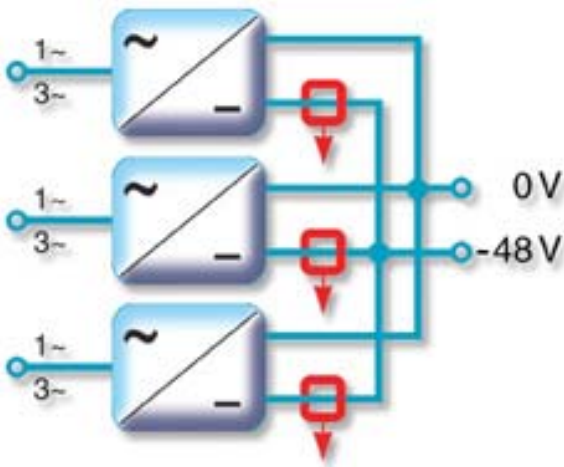

Bild 11 Messung des Stroms in Schaltnetzteilen, die parallel geschaltet sind.
- Entweder mit mehreren Schaltnetzteilen in Parallelschaltung. In diesem Fall sind die zu messenden Ströme klein, von 30 bis 60 A. (Bild 11 für ein- oder dreiphasige Einspeisungen). Hier wird der Wandler zur Überwachung und zur Stromverteilung zwischen den einzelnen Schaltnetzteilen verwendet.